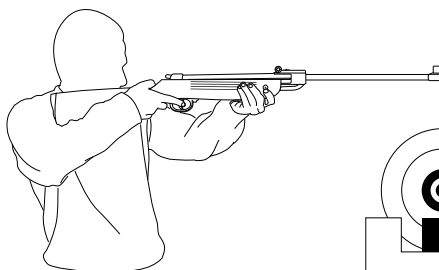

Рис.10
- прицельтесь*, спустите предохранитель, ваша винтовка готова к осуществлению выстрела. (рис.10)